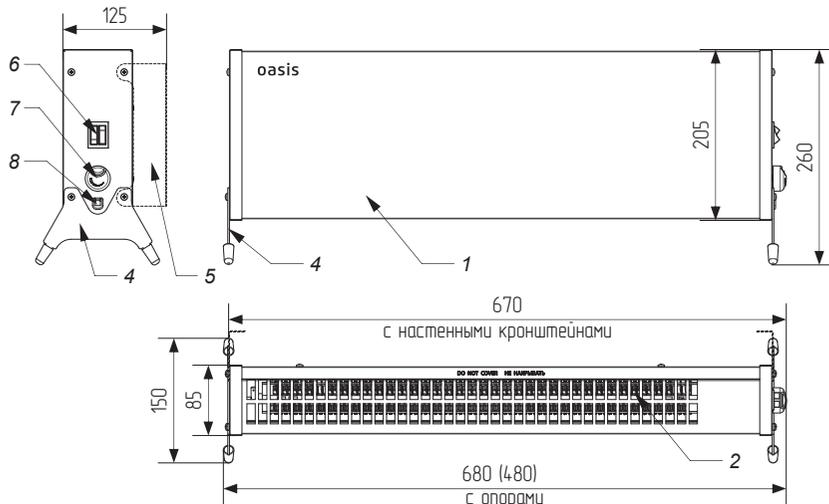
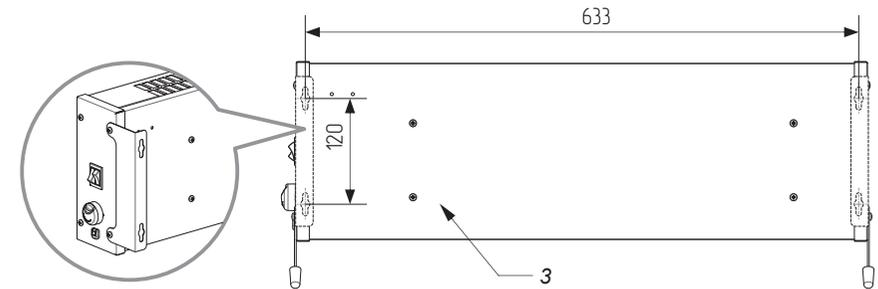

Рисунок 1. Габаритный чертеж и элементы конструкции электрического обогревателя.
Рисунок 2. Размеры для разметки отверстий для настенного монтажа конвектора KN-150.
Конвектор (см. рис. 1) представляет собой металлический корпус, состоящий из передней панели (1) и задней панели (3) (см. рис. 2), внутри которого на шасси расположен электронагревательный элемент (на чертеже не показан). На корпус устанавливаются опоры (4) или настенные кронштейны (5). На боковой поверхности корпуса расположены рокерный переключатель (клавишный выключатель) с подсветкой (6) и ручка термостата (7).
3. Задняя панель корпуса (см. рис. 2).
Для нормальной работы конвектора модели KN-150 необходимо обеспечить: расстояние до пола – не менее 50 мм, до боковой стены, мебели – не менее 200 мм, свободное пространство над конвектором – не менее 200 мм (см. рис. 6). Для монтажа конвектора на стене следует установить кронштейны на корпус конвектора (см. рис. 2).